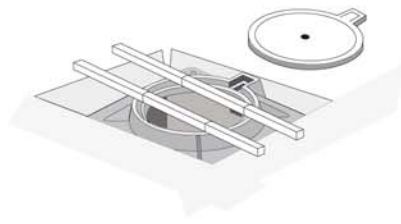

Fig. 2a
2. Positionner le système cadre-axes sur le puits en s'assurant de centrer verticalement le cadre par rapport au trou d'homme du puits (fig. 2a)